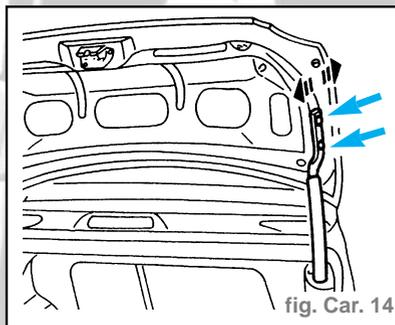

fig. Car. 14
- Desserrer les vis de fixation du couvercle et régler la position (fig. Car. 14).